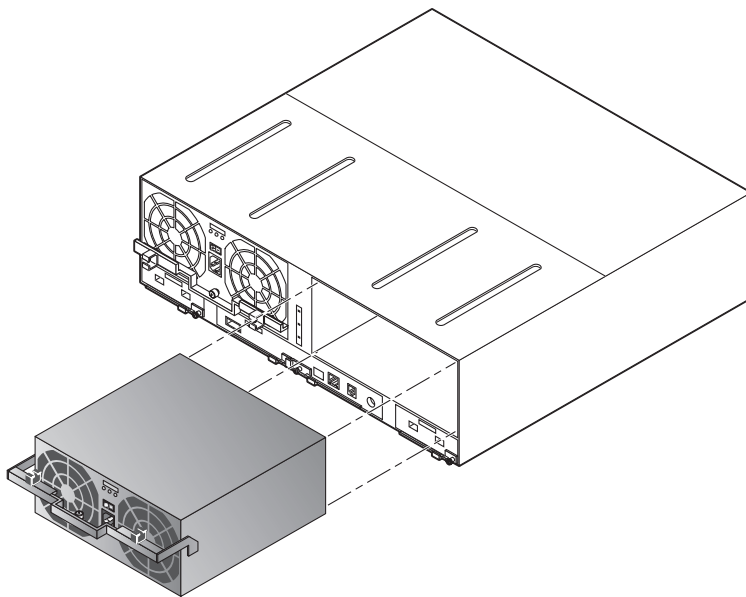

图 6-10 拆卸电源和冷却设备
5. 拉起卡锁手柄，使电源和冷却设备脱离连接器（图 6-10）。